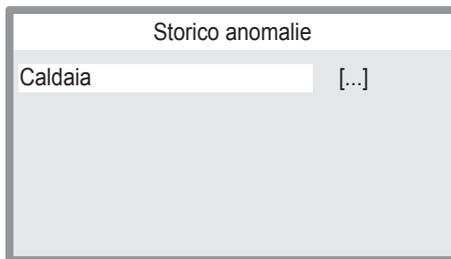

Figura 3.21
- Premere il tasto 15 (Figura 3.18) per accedere al menu selezionato (Figura 3.21).
- Premere nuovamente il tasto 15 (Figura 3.18) per evidenziare il valore da modificare (Figura 3.21).